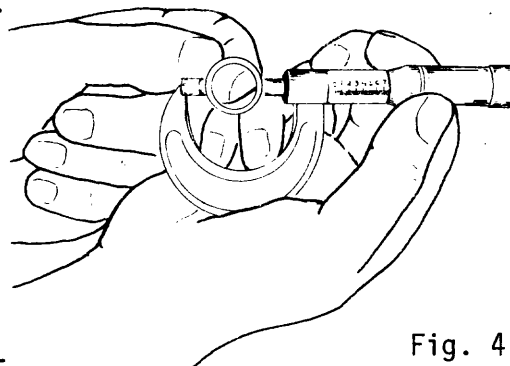

Fig. 4
- c Verifique el desgaste del cojinete usando el micrómetro (fig. 4).